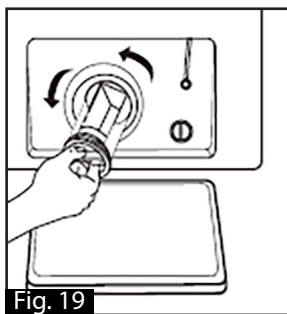

Fig. 19
5. Ouvrir le filtre en le tournant dans le sens inverse des aiguilles d'une montre (Fig. 19).